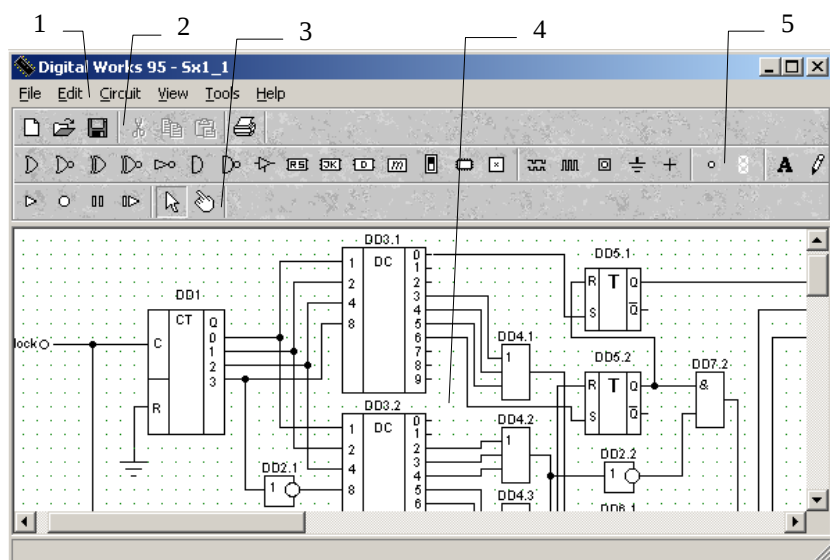

Рис. 2.
При запуске программы Digital Works на экране монитора раскрывается основное графическое окно программы (рис. 2). Доступ ко всем функциям программы осуществляется из этого окна, с использованием панелей инструментов и строки меню. Строка меню (1) находится в верхней части и в ней отображены заголовки основных меню. Ниже расположена панель инструментов управления документом (2). Самая большая панель инструментов содержит цифровые элементы (5), и самая нижняя панель инструментов устанавливает режимы работы программы (3). Под панелями инструментов находится рабочее поле для рисования электронных схем (4).
Все функции, заложенные в программу, выполняются с помощью команд запуска. Все команды сгруппированы в шесть функциональных меню. Названия этих меню отображаются в строке меню (1) смотри рисунок 2. Первое меню “File” содержит команды управления документом, команды в меню отсортированы по назначениям рисунок 3.
Основное окно программы (рисунок 2) содержит три панели инструментов: